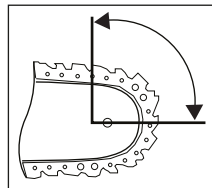

Fig. 1
- Un contact avec la pointe du rail peut dans certains cas entraîner une réaction inattendue vers l'arrière, durant laquelle la lame **16** est renvoyé brutalement vers le haut et en direction de l'utilisateur (voir fig. 1).